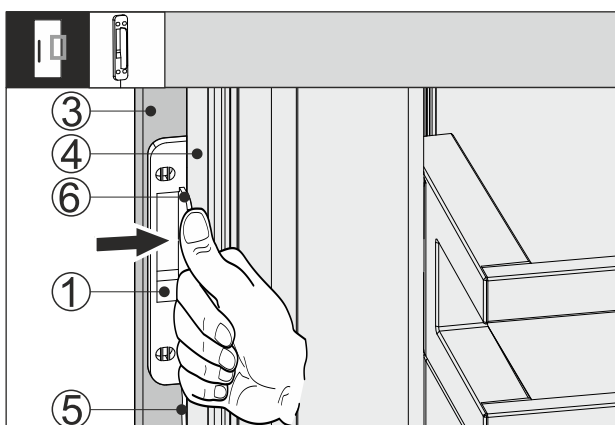

Fig. 66
- ▶ Spingere il sensore di battito in testa Fig. 66 (1) tra la parte frontale del mobile Fig. 66 (3) e la porta del dispositivo Fig. 66 (4), in modo che il cavo Fig. 66 (5) si tenda leggermente. La battuta di arresto Fig. 66 (6) del sensore di battito in testa appoggia sulla porta del dispositivo Fig. 66 (4).
- ▶ Premere il sensore di battito in testa Fig. 66 (1) sulla parte frontale del mobile Fig. 66 (3).
- ▶ Il sensore di battito in testa Fig. 66 (1) è attaccato. L'attacco del sensore di battito in testa ottimizza la trasmissione del segnale di battito in testa.
Il fissaggio permanente del sensore di battito in testa Fig. 66 (1) aumenta la durata utile.
- ▶ Avvitare il sensore di battito in testa Fig. 66 (1) alla parte frontale del mobile Fig. 66 (3) con le viti fornite in dotazione.